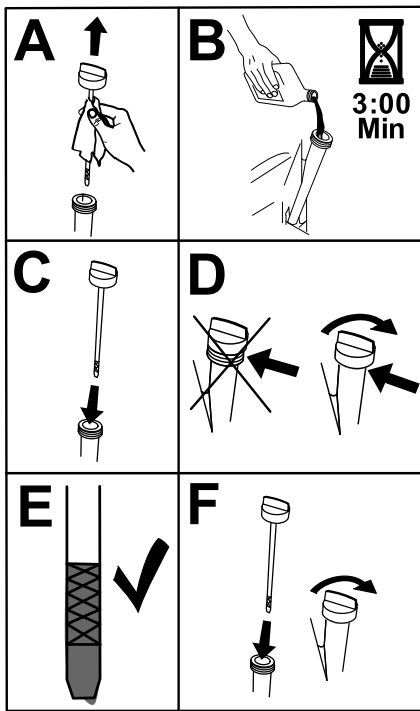

Bild 45
6. Gießen Sie langsam ungefähr 80 % der angegebenen Ölart in den Einfüllstutzen und füllen Sie dann vorsichtig mehr Öl ein, um den Ölstand an die Voll-Markierung zu bringen (Bild 45).